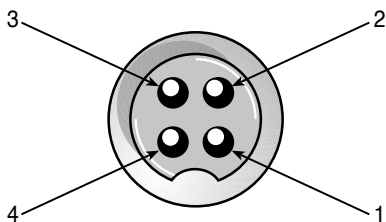

Fig.4 Números dos pinos da ficha do microfone, vistos da parte traseira do receptáculo dos pinos.
5. Agora os fios metálicos têm de ser soldados aos pinos como indicado nas tabelas de cablagem anteriores. Se possuir um torno ou outra ferramenta de imobilização, deve utilizá-la para segurar o corpo do receptáculo dos pinos durante a soldagem, para que ambas as mãos estejam livres para realizar a soldagem. Se não dispuser de um torno ou de outra ferramenta de imobilização, o corpo do receptáculo dos pinos pode ser mantido fixo se o introduzir na ficha do microfone situado no painel frontal. Os números dos pinos da ficha do microfone são mostrados na Fig.4 conforme se pode ver na parte traseira da ficha. Antes de soldar os fios aos pinos, coloque uns pingos de solda no receptáculo de cada pino da ficha.